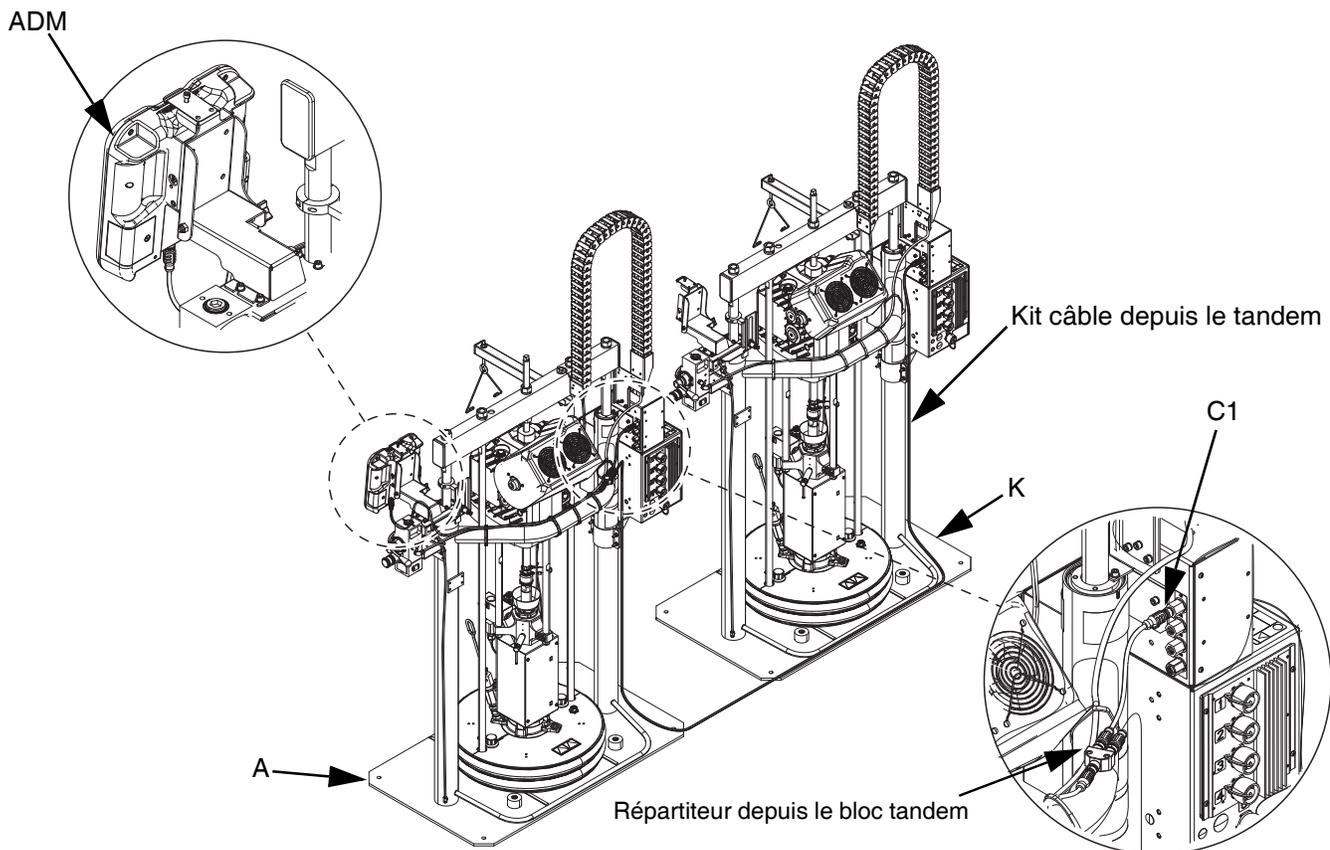

FIG. 10 : Connexions de communication
4. Utiliser les attaches pour fixer les câbles au châssis de l'élévateur. Voir FIG. 10 pour l'acheminement des câbles.